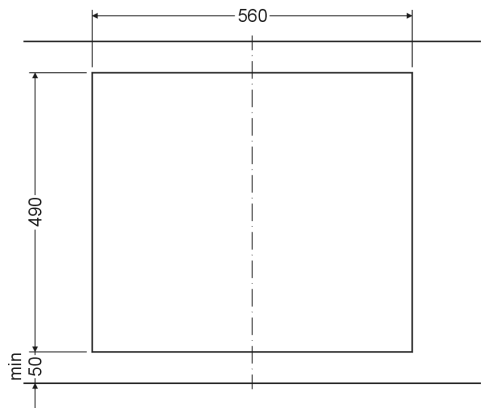

Bild 1
1. Es soll die Aussparung für die Arbeitsplatte nach dem Bild 1 vorbereitet werden.